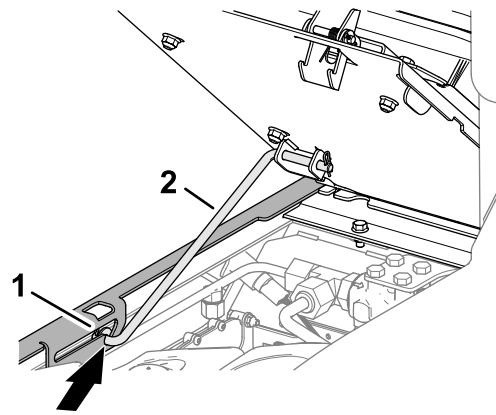

Figure 64
3. Veillez à engager la béquille du siège avant dans le cran de la fente de blocage de la plaque de guidage de la béquille (Figure 64).